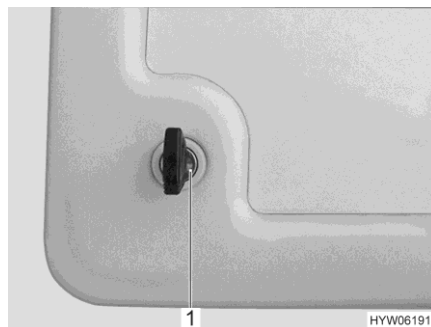
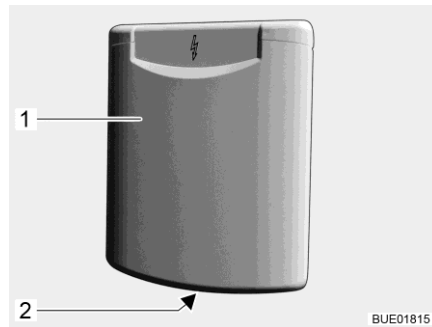

Fig. 82 Serratura a pressione sportello di servizio
Fig. 83 Serratura a pressione sportello di servizio (alternativa)
- Inserire la chiave nel cilindro della serratura a pressione chiudibile (Fig. 82,1 o Fig. 83,1) e ruotare di un quarto di giro. La serratura a pressione è sbloccata.
- Premere entrambi i bottoni a pressione (Fig. 83,2) della serratura a pressione contemporaneamente con i pollici e aprire lo sportello di servizio.
- Inserire la chiave nel cilindro della serratura a pressione chiudibile (Fig. 82,1 o Fig. 83,1) e ruotare di un quarto di giro. La serratura a pressione è bloccata.